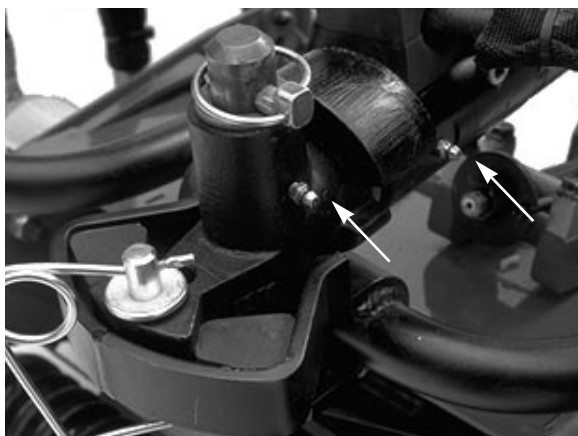

Fig. 22
FEDTSMØRING AF LEJER OG BØSNINGER (Fig. 22–30)
1. Smørefitting'erne placering og antal er følgende: klippeenheds bæreramme og drejeled (2 stk. hver) (Fig. 22), bagaksels forbindelsesstang (2 stk.), styrecylinders kugleled (2 stk.) (Fig. 23), forreste løftecylindre (2 stk.) (Fig. 24), forreste løftecylinder (1 stk.) (Fig. 25), bageste løftecylinders drejeled (2 stk.) (Fig. 26), løftearms drejeled (3 stk.) (Fig. 27), bagaksels drejeled (Fig. 28), bageste løftearms drejeled (2 stk.) (Fig. 29) og bremsepedals aksel (1 stk.) (Fig. 30).